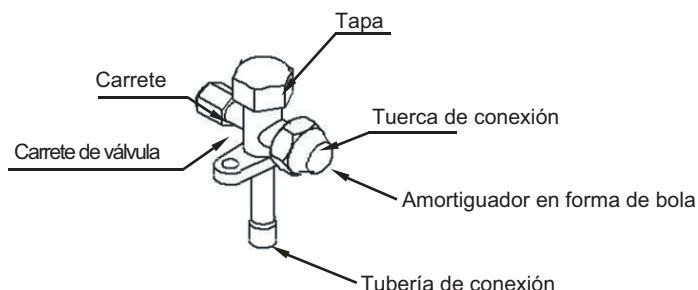

Fig.4-10
- En general, la forma de la válvula de cierre y los nombres de cada parte se muestran en la *fig.4-10*.